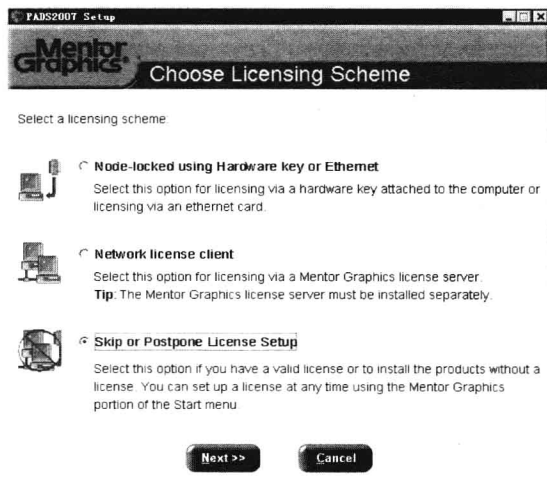

图 1-11 “PADS2007 Setup”对话框
③ “Working”对话框自动关闭之后，系统弹出“PADS2007 Setup”对话框，如图 1-11 所示。